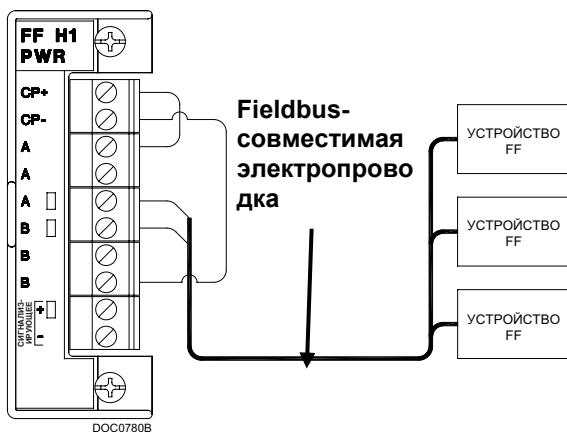
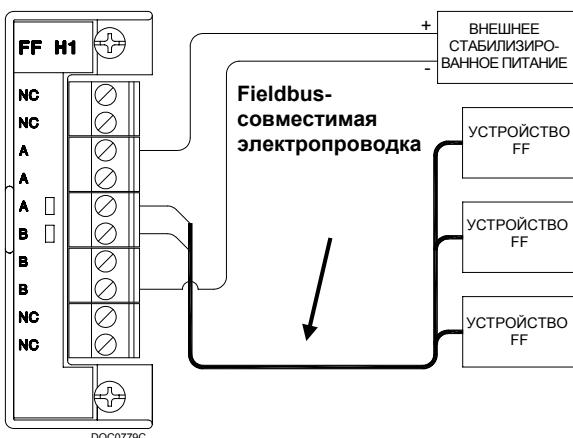

Рис. 5. Полевая электропроводка для модуля H1 под напряжением
Рис. 6. Полевая электропроводка для отключенного от питания модуля H1
3. Затяните винт. См. Рис. 5 или Рис. 6.
Устройство FFI поддерживает до четырех сегментных модулей H1 обоих типов. Модули под напряжением (см. Рис. 5) обеспечивают стабилизированное питание до 125 мА.
Используйте отключенные от питания модули H1 и внешний источник стабилизированного питания, сертифицированный для использования с внешней полевой шиной (см. Рис. 6), если потребляемая мощность или количество устройств полевой шины неизвестны.